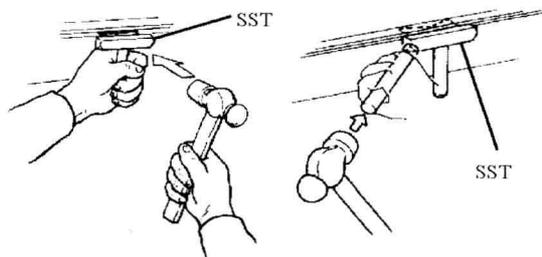

图 1-5 插入 SST 的刀片
(2) 在曲轴箱和油底壳之间插入 SST 的刀片。切穿密封件并拆卸油底壳，如图 1-5 所示。